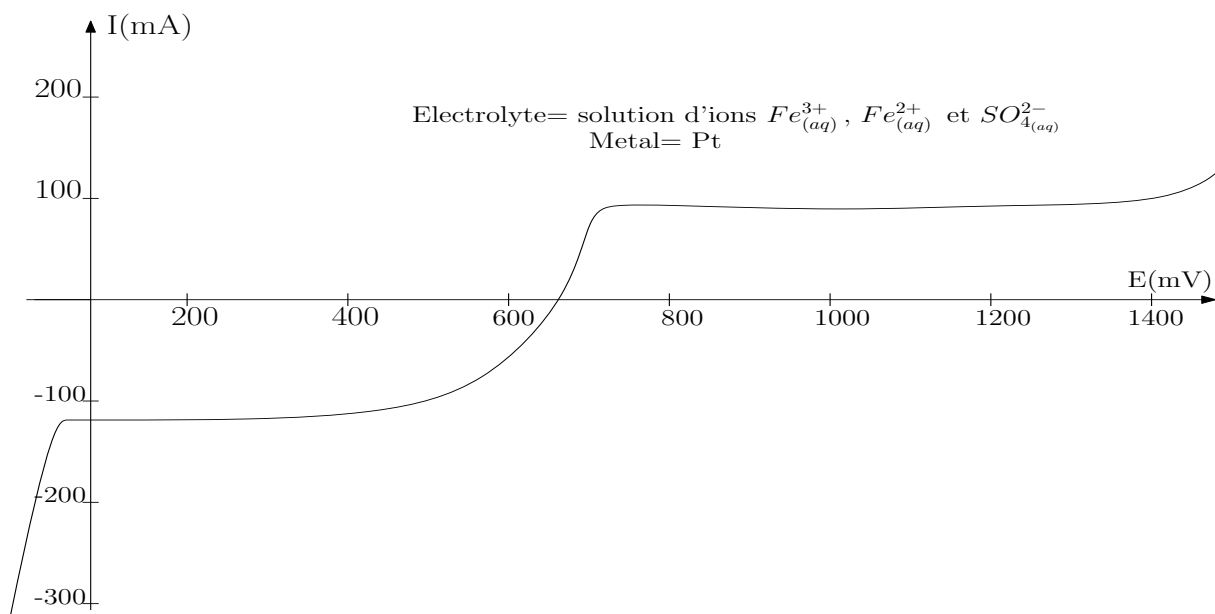

FIGURE 4 – Courbe $i(E)$ d'une électrode ($Fe_{(aq)}^{3+}$, $Fe_{(aq)}^{2+}$, $Pt_{(s)}$).
- ix. Commenter les figures 4 et 5.